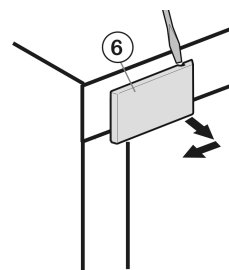

Fig. 16
- Détacher le cache côté poignée Fig. 16 (6) à l'aide d'un tournevis, puis le retirer en le tirant vers l'extérieur.